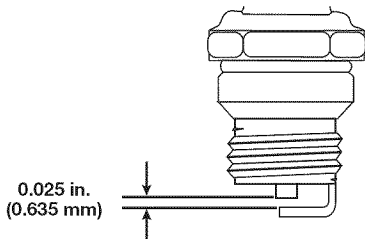

Fig. 28
- Cambie las bujías que estén rajadas, sucias o deterioradas. Fije la separación de aire a **0,635 mm (0,025 pulgadas)** utilizando un calibrador (Fig. 28).